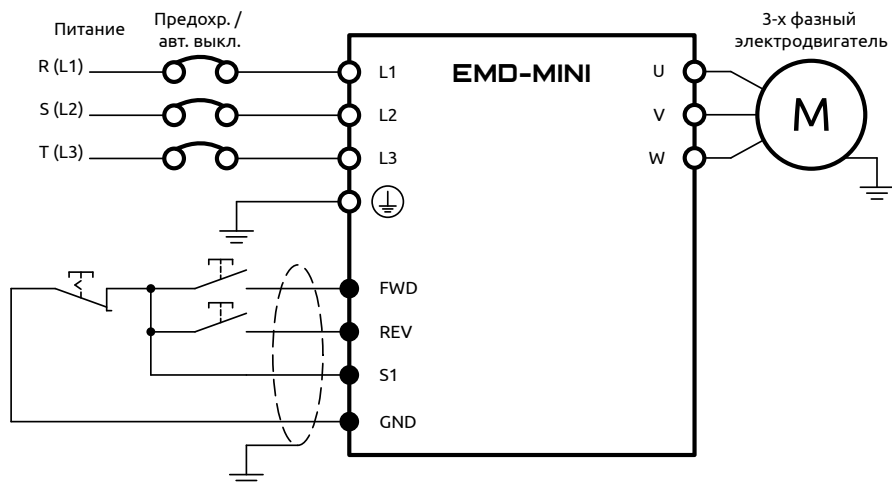

Рисунок 29 – Применение дискретных входов для пуска и останова ПЧ (контакты без фиксации)
2) Трехпроводная схема подключения. Используются контакты без фиксации (см. рисунок 29)